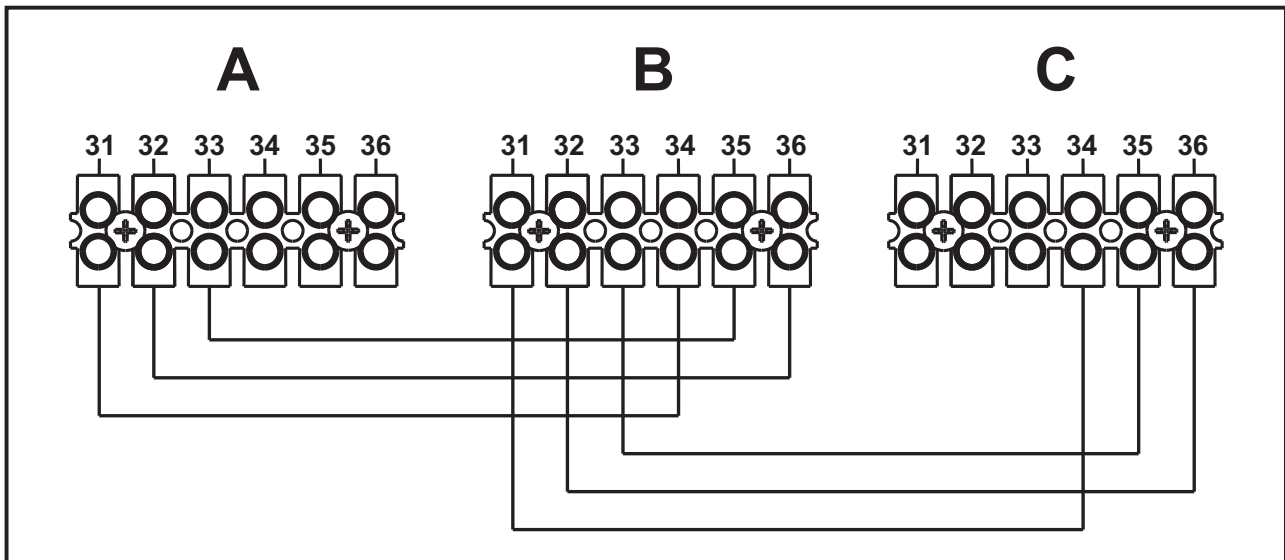

fig. 56 - Montage en cascade
1. Relier les modules comme le montre la fig. 56 (**exemple avec 3 modules**)
Si cela ne se produit pas, couper l'alimentation électrique et contrôler le câblage fig. 56.